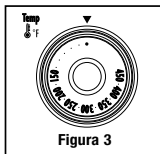

Figura 3
3. **Perilla de control de temperatura** - Ajusta el termostato a la temperatura deseada. (Ver la Figura 3)